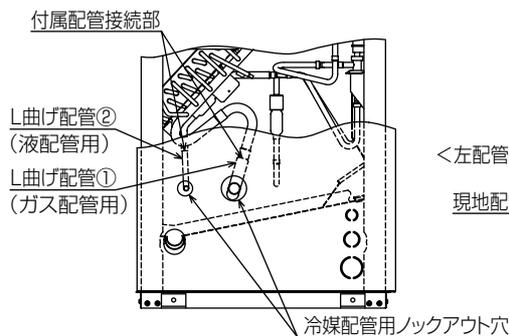

図5
- (4) 図5・図6に示すとおり、付属配管・現地配管を前面からロウ付接続を行ってください。
現地配管接続部 図6 → 付属配管接続部 図5